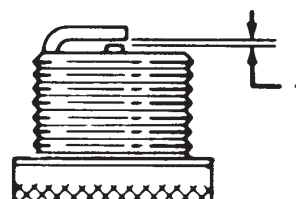

Figure 40
6. Réglez l'écartement des électrodes à 0,76 mm, comme indiqué dans la Figure 40.